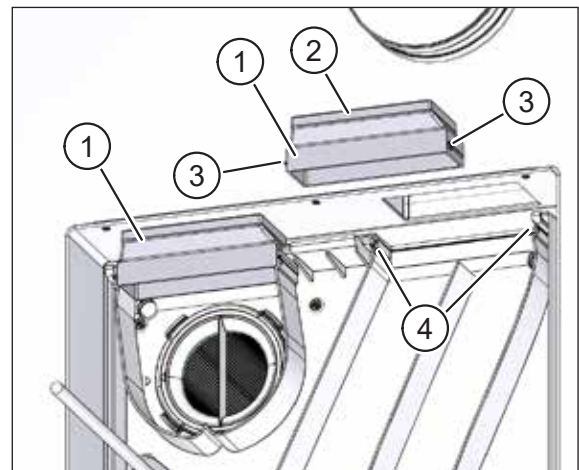
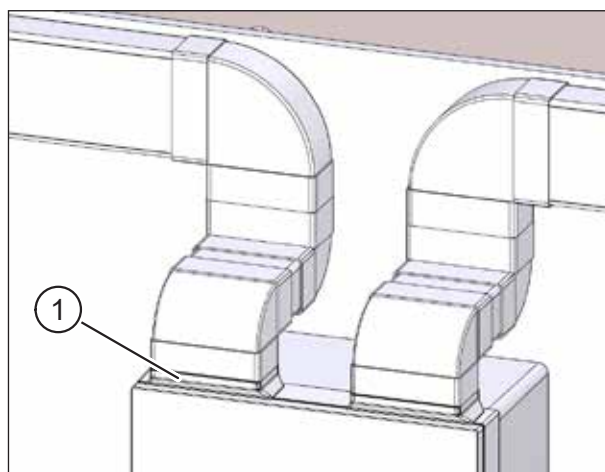

Abb. 46: Kanaladapter einsetzen
Abb. 53: Flachkanäle mit Lüftungsgerät verbinden
- ▶ Entnehmen Sie die beiden Kanaladapter aus dem Adapter-Kit U² (Pos. 1 in Abb. 46).
- ▶ Kontrollieren Sie, dass die Dichtungen (Pos. 2 in Abb. 46) an der Oberseite der Kanaladapter korrekt sitzen.
- ▶ Setzen Sie die beiden Kanaladapter so an, dass die Nasen (Pos. 3 in Abb. 46) mit den Aufnahmen (Pos. 4 in Abb. 46) am Lüftungsgerät fluchten.
- ▶ Setzen Sie die Kanaladapter (Pos. 1 in Abb. 53) in das Lüftungsgerät ein (siehe Beschreibung und Abb. 46 in Abschnitt 11.6.4 auf Seite 39).